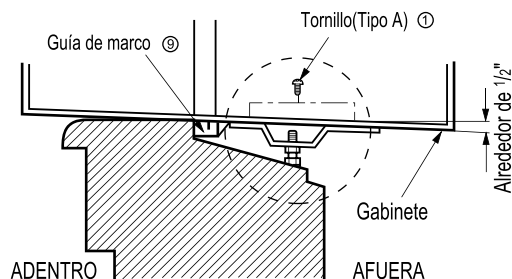

Fig. 4
4. Introduzca las guías de los marcos ① en la parte inferior de la carcasa con la parte delantera de la guía del marco enfocado hacia la parte delantera de la carcasa. FIG.4
5. Inserte el marco de la cortina en la guía superior las guías del marco FIG.4
6. Fije las cortinas a la unidad con 4 tornillos tipo A FIG.4
4. Seleccione la posición en la que colocará el soporte del dintel ⑥ cerca del punto más externo del dintel. Fig. 4
5. Agregue el soporte del dintel al hueco de la guía del gabinete según la posición seleccionada usando 2 tornillos tipo A ① en cada soporte Fig. 4